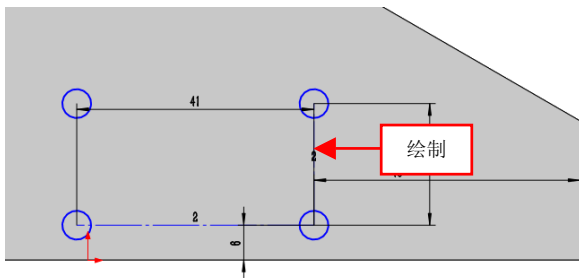

图 14-63 绘制相应的草图
(20) 单击【拉伸切除】按钮, 选择合适的面, 进行草图绘制环境, 绘制相应的草图对象, 如图 14-63 所示。